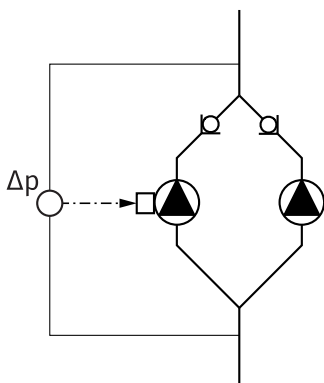

Fig. 13 : 示例, 连接差分传感器
- Fig. 13 示例中，沿流动方向看左侧的泵为主泵。将压差传感器连接在这个水泵上。
主泵压差传感器的测量点必须分别位于双头泵系统入口侧和出口侧二者的汇集管中 (Fig. 13)。